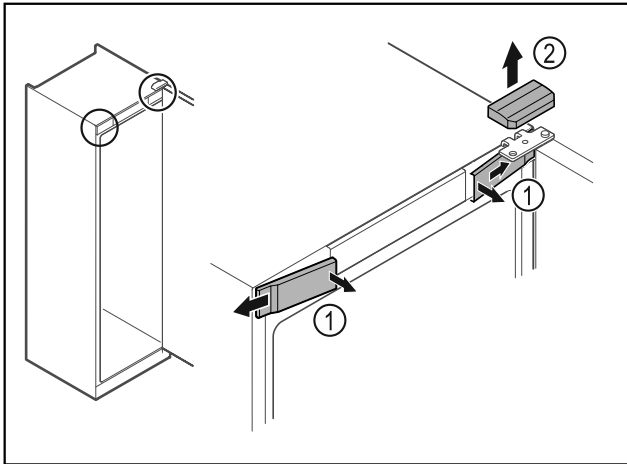

Fig. 6 *
- Spnite sprednje pokrove Fig. 6 (1) in jih odstranite proti strani.*
- Zgornji pokrov Fig. 6 (2) snemite v smeri navzgor.*